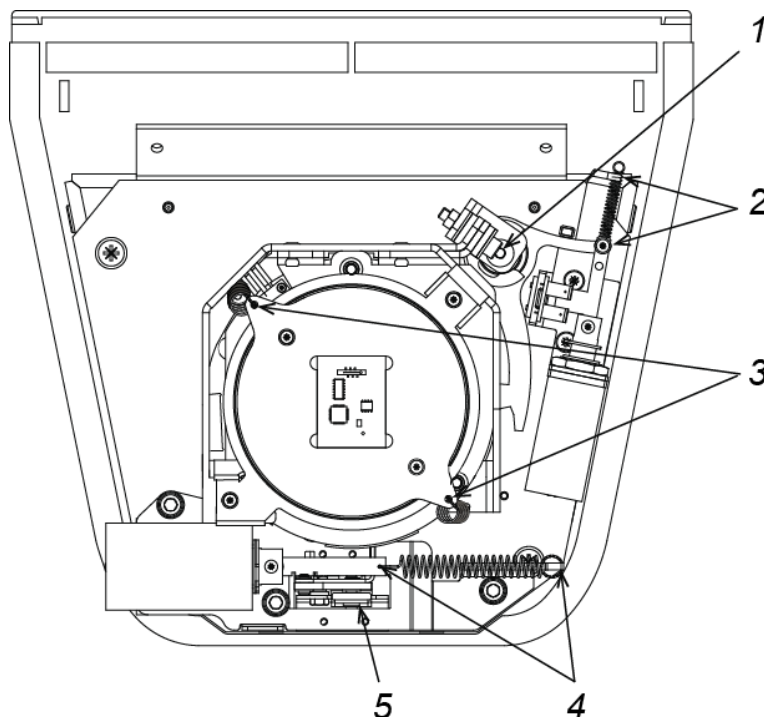

Рисунок 18. Техническое обслуживание механизма турникета
3. Проверьте надежность крепления преграждающих планок (3) к маховику и при необходимости подтяните установочные винты крепления преграждающих планок.
5. Снимите колпак турникета (1) с блоком индикации (2) согласно разд. 6.
- ось вращения рычага стопора (точка **1** на рис. 18) – смазкой **Chain and Rope Lube Spray – WEICON** или другой с аналогичными свойствами;
- места крепления пружин (точки **2, 3, 4** на рис. 18) – молибденовой смазкой;
- детали механизма аварийного открытия прохода (автоматического опускания преграждающей планки «Антипаника», точка **5** на рис.18) – смазкой **Chain and Rope Lube Spray - WEICON** или другой с аналогичными свойствами.
8. Проверьте надежность крепления кабелей в клеммных колодках платы интерфейса (10) и платы управления (9). При необходимости подтяните отверткой винты крепления кабелей.
10. Вставьте нижнюю часть зацепов колпака турникета в пазы корпуса (6) и опустите на половину высоты. Подключите кабель индикации (8) к блоку индикации турникета и к разъему **X8 (INDICATION)** платы интерфейса и опустите колпак до упора. При опускании колпака проследите, чтобы кабель индикации (8) складывался вперед и не защемлялся элементами конструкции. Зафиксируйте колпак винтами в нижней части корпуса.
11. Установите маховик (4) с преграждающими планками (3) в следующем порядке:
- Зафиксируйте маховик тремя винтами (5), установив под головку каждого винта пружинную шайбу. на резьбу винтов перед вкручиванием для надежной фиксации нанесите клей-герметик.